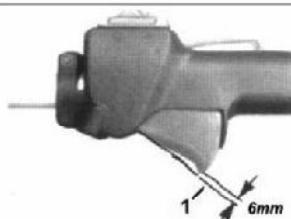

Fig.E7
2. Régler l'érou de réglage du câble jusqu'à obtenir un jeu de 6mm sur la gâchette (Fig.E7)